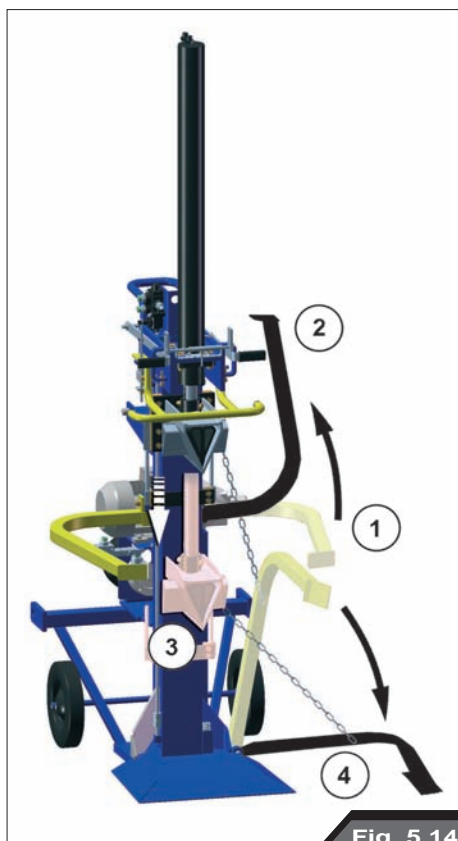

Fig. 5.14
Se il ceppo di legno da tagliare è di grandi dimensioni potete servirvi dell'aiuto guida ceppo di legno come mostrato (Fig. 5-14, 4).
- Alzate il fermaceppo (Fig. 5-14) dalla posizione **1** alla posizione **2** in modo da accogliere il ceppo di legno.
- Fate scendere completamente il cuneo (Fig. 5-14, posizione **3**) tramite le leve di comando in modo che il supporto guida che è collegato al cuneo tramite una catena sia pari al terreno; posizione **4**.